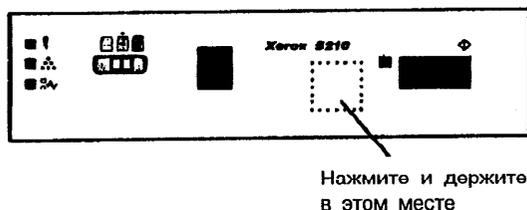

Рис. 2. Положение клавиши Стоп на аппаратах 5205/5210.
- е. Для проверки счёта копий на аппаратах 5220/5222 нажмите и задержите клавишу **Стоп**. На аппаратах 5205/5210 клавиша **Стоп** находится за консолью. Нажмите и держите нажатой площадку, показанную на рис. 2. Приблизительно через 7 минут на дисплее по очереди замигают цифры. Должны замигать пять "0", указывая на нулевой счёт копий. Если на дисплее мигают другие, отличные от 0 цифры, повторите процедуру от а) до е).